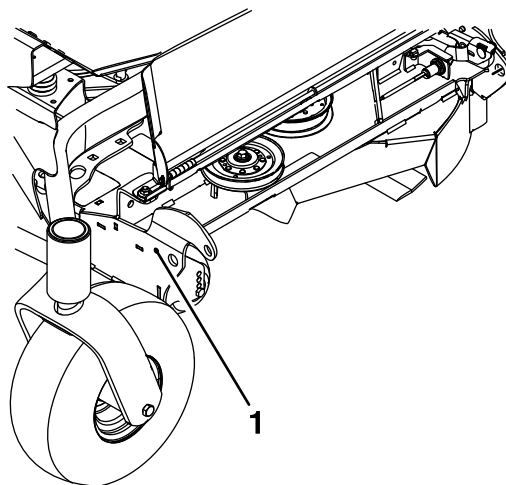

Figura 6
1. Limpie la carcasa central. Desbaste la pintura de alrededor del orificio del pivote de plegado superior en ambos lados de la carcasa. Agrande el orificio del perno de retención del pasador de plegado delantero a un diámetro de 8.7 mm (11/32") en ambos lados (Figura 6).